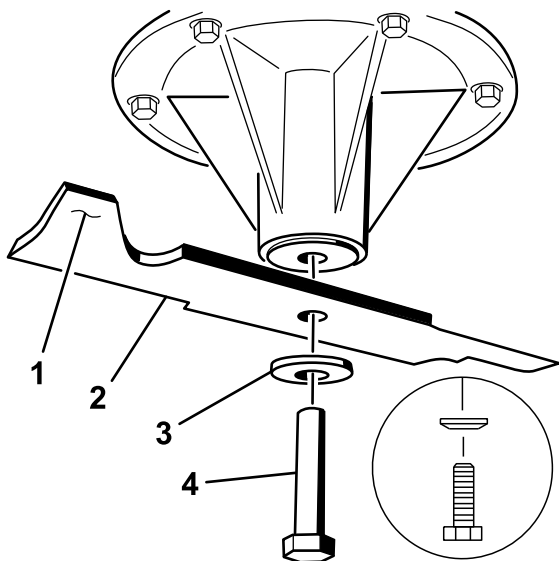

Figure 83
1. Placez la lame sur l'axe (Figure 83).
2. Installez la rondelle élastique et le boulon de la lame. Le cône de la rondelle élastique doit être dirigé vers la tête du boulon (Figure 83). Serrez les boulons des lames à un couple de 115 à 150 Nm.